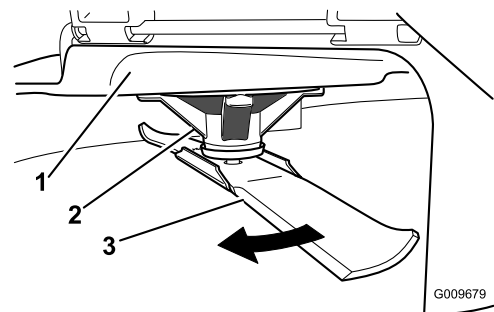

Bild 62
2. Tragen Sie dicke Handschuhe oder andere angemessene Handschuhe und drehen Sie das Messer, das Sie messen möchten, langsam in eine Stellung, in der das Messen des Abstands zwischen der Schnittkante und der ebenen Fläche der Maschine möglich ist (Bild 62).